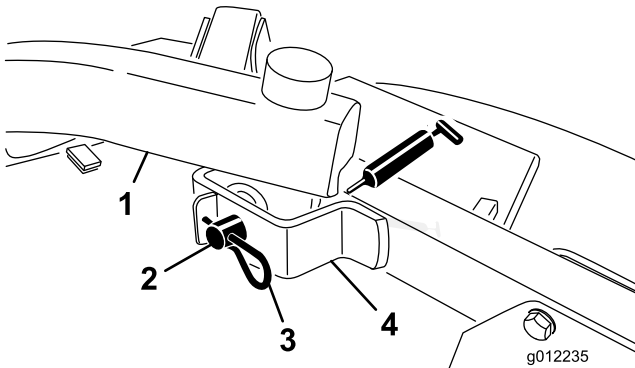

Figura 17
- Pivotes de los brazos de elevación delanteros (2) (Figura 17)